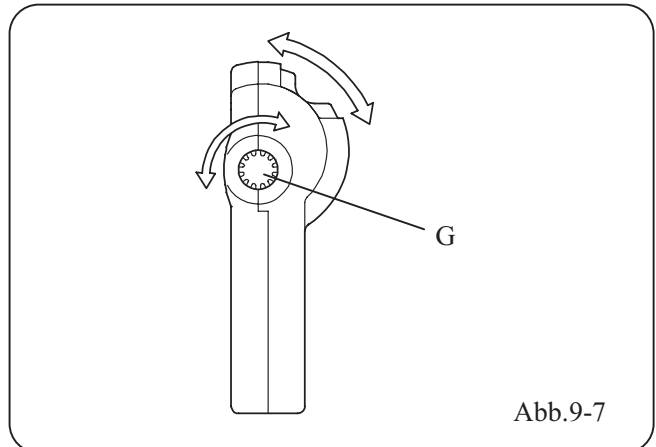

Abb.9-7
Beim Knopf (G) auf dem Steuergriff handelt es sich um die Gasverstellung (Abb. 9-7).